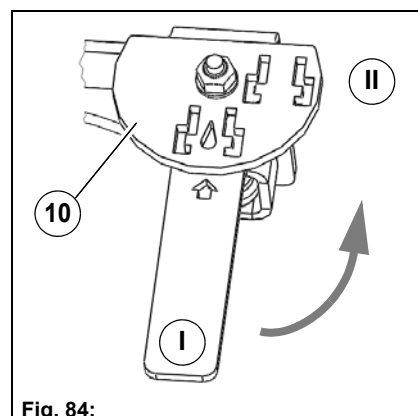

Fig. 84:
- Arrivée d'eau de circulation ouverte : levier en position **Fig. 84-I**
- Arrivée d'eau de circulation bloquée : levier en position **Fig. 84-II**